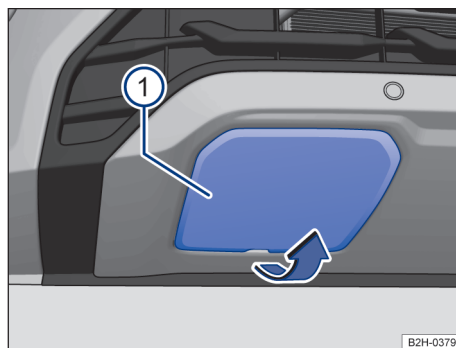

Fig. 176 En el paragolpes frontal a la derecha: cubierta, variante 1.
❶ Cubierta.
1. Sujetar el rebaje de la cubierta y desmontar la cubierta en el sentido de la flecha → fig. 176 ❶.